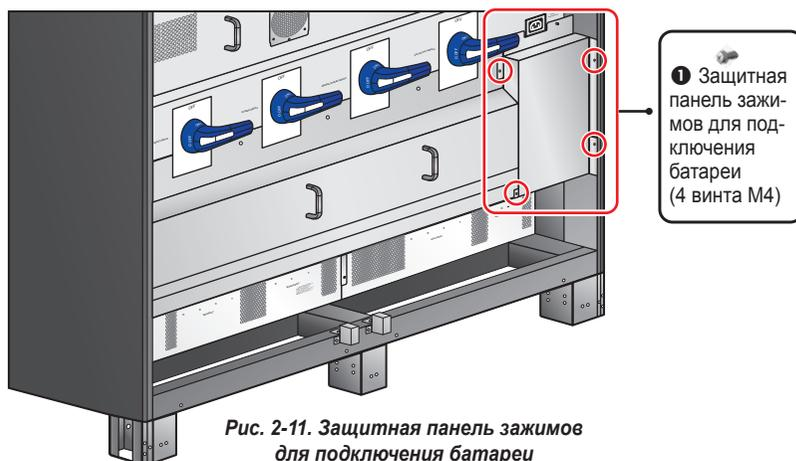
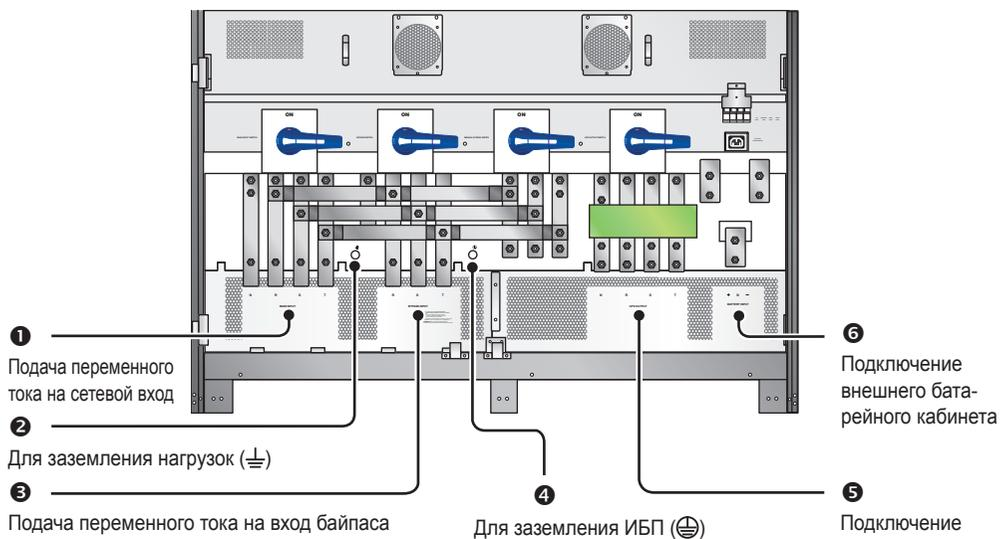

Рис. 2-11. Защитная панель зажимов для подключения батареи
Рис. 2-13. Выводы ИБП
На *рис. 2-11/ 2-12* показаны две панели, защищающие ❶ зажимы для подключения батарей и выводы ИБП ❷. Первой снимается защитная панель зажимов для подключения батареи ❶, затем – защитная панель выводов ИБП ❷. После снятия панелей станут видны зажимы, показанные на *рис. 2-13*.